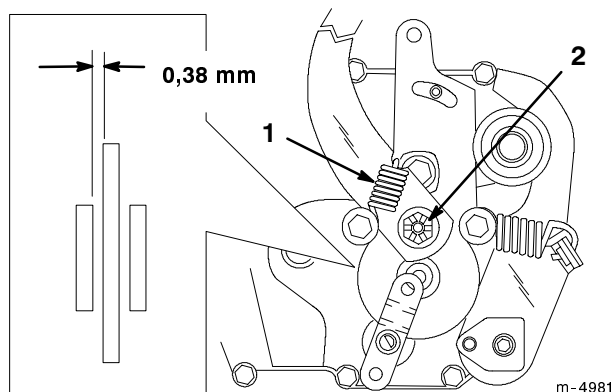

Bild 21
Die Bremse befindet sich an der rechten Seite der Hinterachse im Hinterreifen (Bild 21). Wenn die Feststellbremse den Traktor nicht sicher hält, muss diese eingestellt werden.
2. Entfernen Sie die Feder vom Bremsarm (Bild 21).
3. Entfernen Sie den Splint, mit dem die Bremseneinstellmutter abgesichert wird und lockern die Mutter (Bild 21).
4. Stecken Sie eine 0,38 mm Fühlerlehre zwischen die Bremsscheibe und die Bremsbacke (Bild 21). Ziehen Sie die Mutter fest, bis Sie einen leichten Widerstand an der Fühlerlehre spüren, wenn Sie diese hinein- und herauschieben/ziehen.